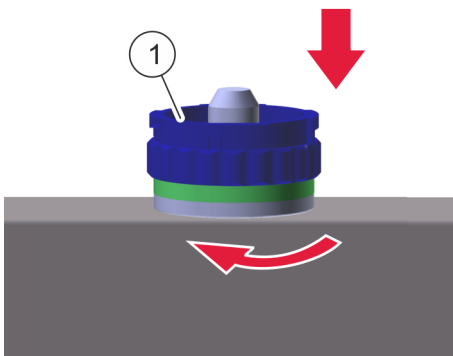

Abb. 70: Arretierung einsetzen
3. → Arretierung auf Ventil (Abb. 70/1) des Heizungsverteilers schrauben.